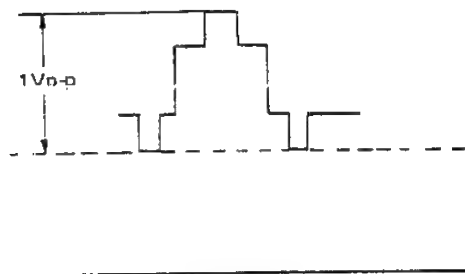

Abbildung 43.
2. Das Farbbalken-Signal (abgestuftes Signal) an das Gerät anlegen. Den Ausgang von TP-401 auf dem Oszilloskop (Selbsttrigger) beobachten und R204 (EE-Pegelregelung) so einstellen, daß die erhaltene Wellenform der in Abb. 43 gezeigten entspricht.